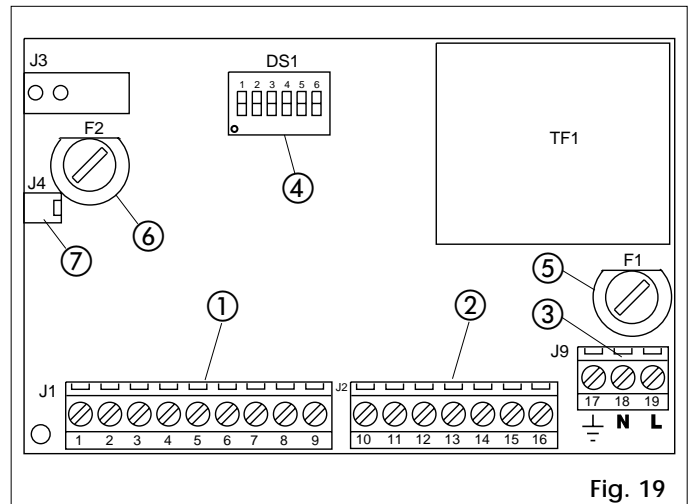

Fig. 19
Fusibili di protezione	N° 2 (vedi fig. 19)
① **Morsettiere J1** (fig. 19) a bassa tensione è utilizzata per collegare tutti gli accessori (vedi tab. 3).
② **Morsettiera J2** (fig. 19)
③ **Morsettiera J9** (fig. 19)